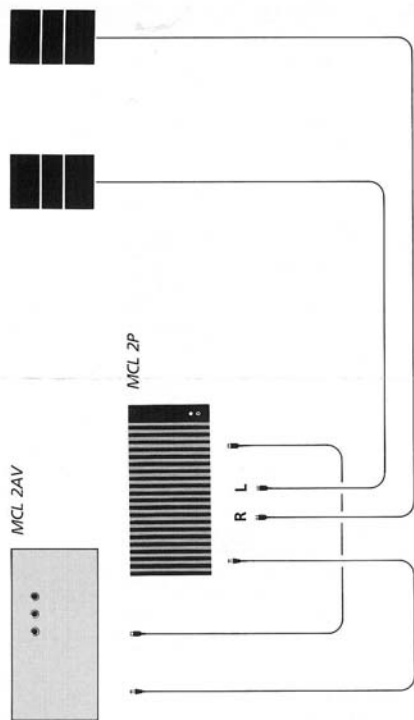

Fig. 3
- 1 Ved brug sammen med MCL 2AV MCL 2P tilsluttes som følger (se fig. 3):
Connect the MCL 2P as follows (see fig. 3):
Sluit de MCL 2P als volgt aan (afb. 3):
MCL 2P wie folgt anschließen (siehe Abb. 3):
Le MCL 2P doit être raccordé de la manière suivante (voir fig. 3):